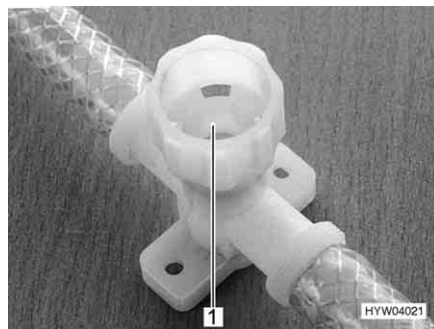

Fig. 121 Rubinetto di scarico per scaldacqua
- Chiudere tutti i rubinetti di scarico. A tal fine ruotare i coperchi (Fig. 121,1) in senso orario.
- Aprire tutti i rubinetti di scarico dello scaldacqua. A tal fine ruotare i coperchi (Fig. 121,1) in senso antiorario.